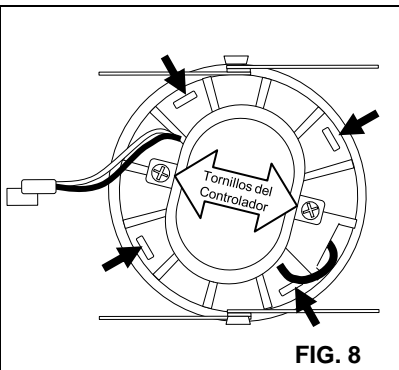

FIG. 8
- Presione las cuatro lengüetas para retirar el LENTE DE PLÁSTICO. (FIG. 8)
- Quite los TORNILLOS DE CONDUCTOR y separar el viejo CONTROLADOR del DISIPADOR DE CALOR. (FIG. 8)
- Monte el CONTROLADOR nuevo en el DISIPADOR DE CALOR utilizando los TORNILLOS DEL CONDUCTOR que retiró anteriormente. (FIG. 8)